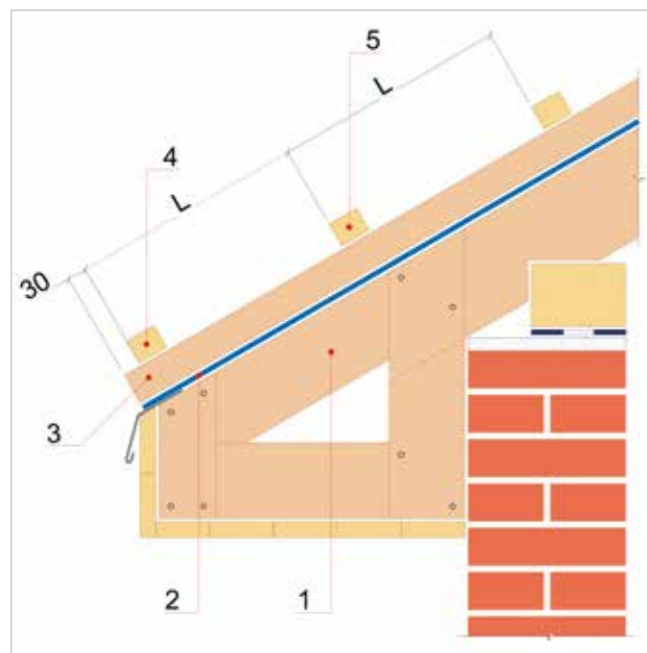

Рисунок 10
5.2.9.2 Расстояние между брусками шаговой обрешетки (L) рассчитывается по нижним краям брусков и зависит от выбранной модели композитной черепицы Aerodek (Рисунок 10), (Таблица 7). Монтаж брусков производится снизу-вверх.